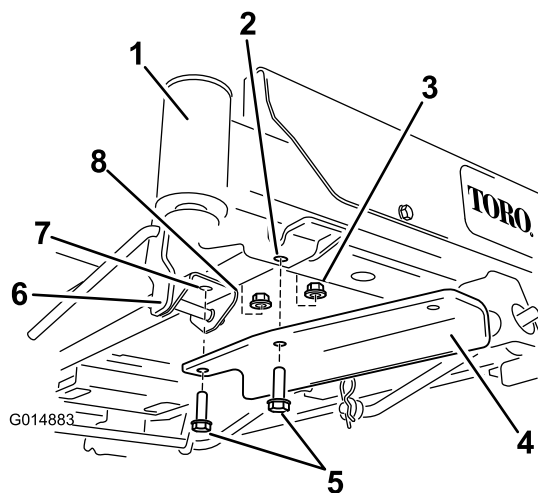

Figure 7
- Pour les machines avec pédale d'aide au relevage, retirez les fixations avant du support de pédale d'aide au relevage et fixez le support au moyen de deux boulons et deux contre-écrous (Figure 7).